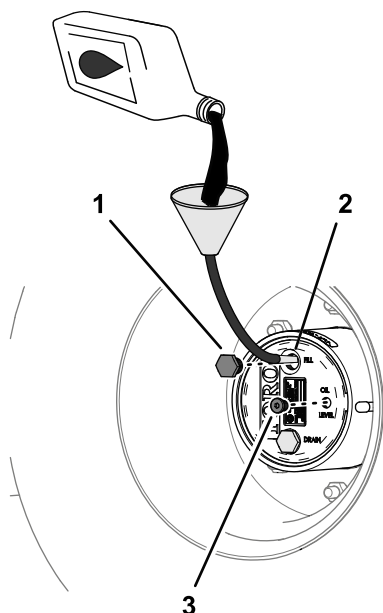

図 95
4. オイルの量が少ない場合は、補給プラグを取り、点検穴からあふれ出てくるまで所定のオイルを補給する 図 95 プラネタリギアドライブの潤滑油の仕様 \(ページ 63\)を参照。
6. 補給プラグと点検プラグを取り付ける 図 95。
1. 補給プラグの穴から、新しいオイルをゆっくりと入れる 図 95 プラネタリギアオイルの点検 \(ページ 63\)を参照。
3. 補給プラグと点検プラグを取り付ける 図 95 プラネタリギアオイルの点検 \(ページ 63\)を参照。